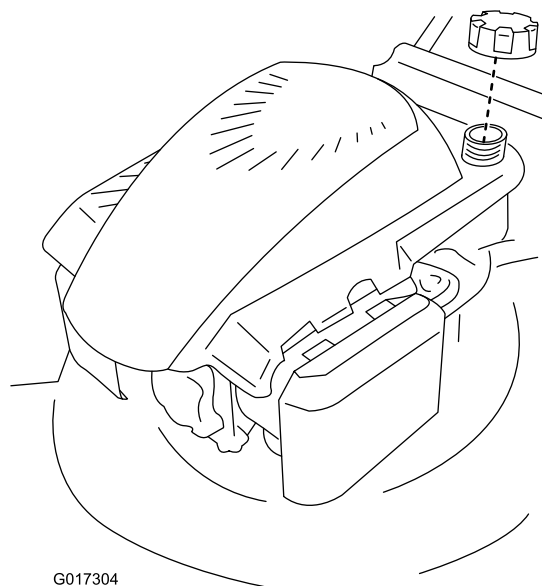
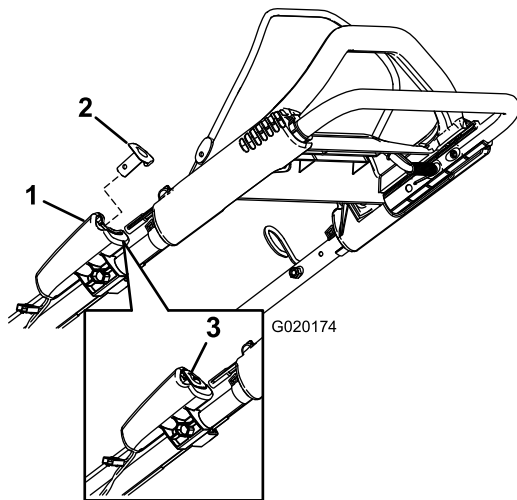

Figura 13
Figura 18
Llene el depósito con gasolina fresca normal sin plomo, de una marca reconocida (Figura 13).
2. Pulse el botón de arranque eléctrico (Figura 18) (modelos de arranque eléctrico solamente) o tire de la cuerda del arrancador de retroceso (Figura 13).
Nota: Si se ha retirado el botón de arranque eléctrico, introdúzcalo en el arrancador eléctrico; consulte Figura 18 (modelo de arranque eléctrico solamente).